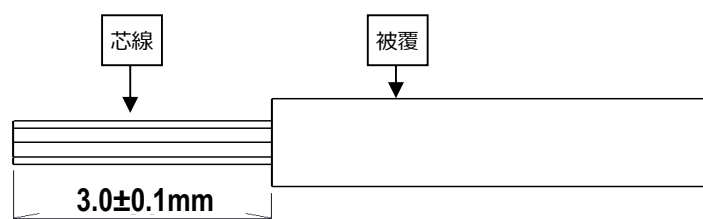

図 1. 電線被覆剥き長さ
① 電線被覆は、3.0±0.1 mmで剥いてください。(図 1 参照)